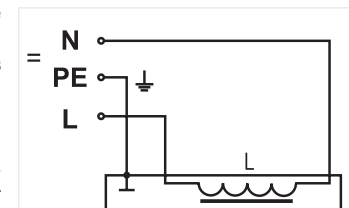

Рис. 5
4.3.6 Электрическая схема подключения клапана приведена на рис. 5.